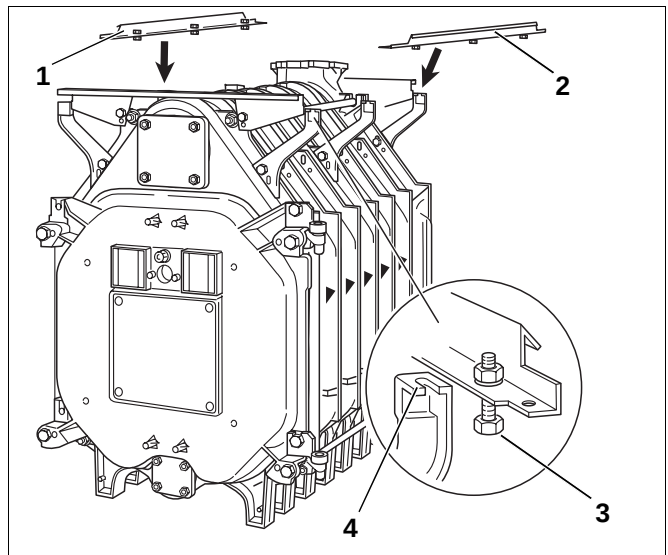

Fig. 37 Montage – langsgående skinner
- Legg de langsgående skinnene (fig. 37, **pos. 1 og 2**) på de to konsollene på bak- og forelementet.
- Skyv de langsgående skinnene med formonterte skruer (fig. 37, **pos. 3**) inn i utsparingene i konsollene (fig. 37, **pos. 4**) og skru dem sammen med konsollene.